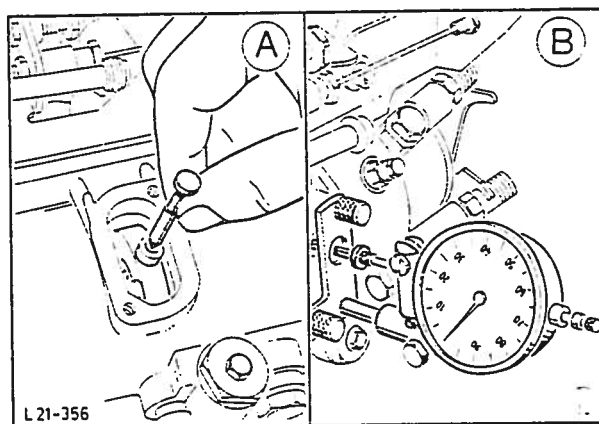

Fig. 75 Monter måleuret med spesialverktøy 21-089.
50. Demonter pumpens sidedeksel fra innsprøytningspumpen, (2 bolter) og monter måleuret med spesialverktøy 21-089. Drei pumpen inntil folerpinnen går i inngrep i innstillingssporet. Null-still måleuret, fig. 75.